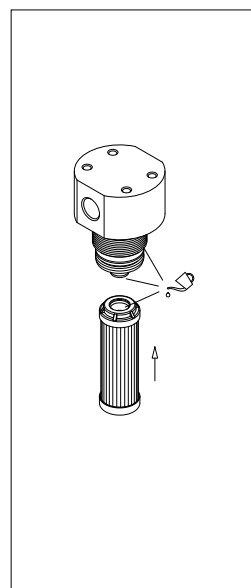

fig. 10
- (Fig. 10) Lubrificare con il fluido di lavoro l'O-ring dell'elemento filtrante, il codolo e la sede della testata, quindi calzare l'elemento filtrante sul codolo. Prestare attenzione a non danneggiare la guarnizione O-ring.